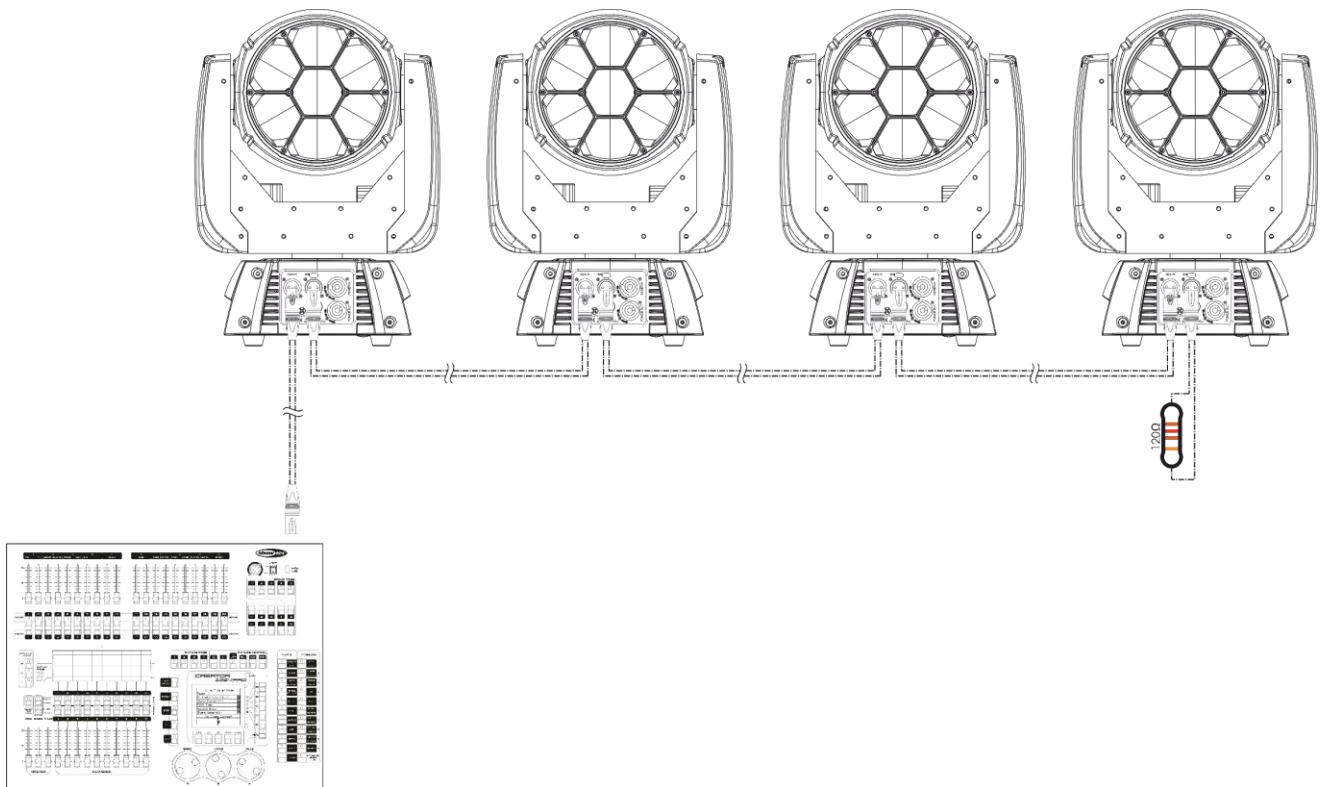

Fig. 05
- 05) Collegare le unità come indicato nella Fig. 05. Collegare un cavo di segnale DMX dall'uscita "out" DMX della prima unità all'ingresso "in" della seconda unità. Ripetere questo processo fino a collegare la seconda, la terza e la quarta unità.